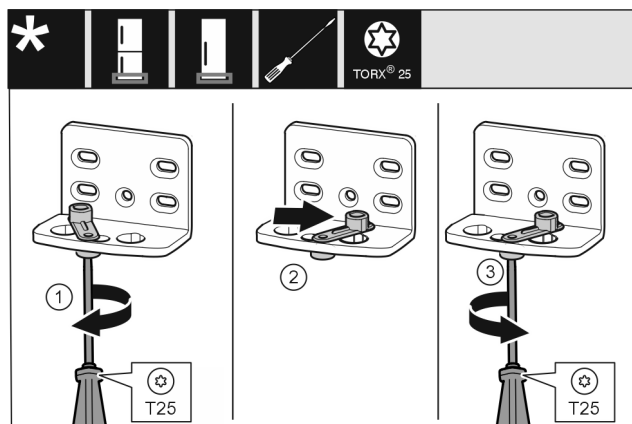

Fig. 13
- Tekerje lazára a csavart a T25 csavarhúzóval. Fig. 13 (1)
- Emelje meg az ajtó záródását segítő egységet, és 90°-kal jobbra forgatva helyezze a furatba. Fig. 13 (2)
- Húzza meg a csavart a T25 csavarhúzóval. Fig. 13 (3)